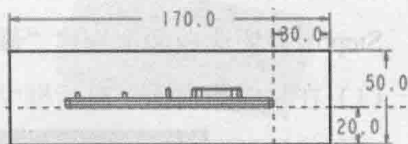

图 1.3 截面草图
(1) 在弹出的菜单管理器中选择  Solid (实体)  Protrusion (伸出项) 命令, 在弹出的菜单中选择  Extrude (拉伸)  Solid (实体)  Done (完成) 命令, 此时系统弹出“拉伸”操控板。
(2) 创建实体拉伸特征。
① 定义草绘截面放置属性。在绘图区中右击, 从系统弹出的快捷菜单中, 选择  定义内部草绘 命令。系统弹出“草绘”对话框, 然后选择参照模型 MOLD_RIGHT 基准平面作为草绘平面, 选取 MAIN_PARTING_PLN 平面为参照平面, 方向为, 单击 按钮, 至此系统进入截面草绘环境。
② 进入截面草绘环境后, 选取 MAIN_PARTING_PLN 基准平面和 MOLD_FRONT 基准平面为草绘参照, 绘制图 1.3 所示的截面草图。完成截面草图绘制后, 单击工具栏中的“完成”按钮.